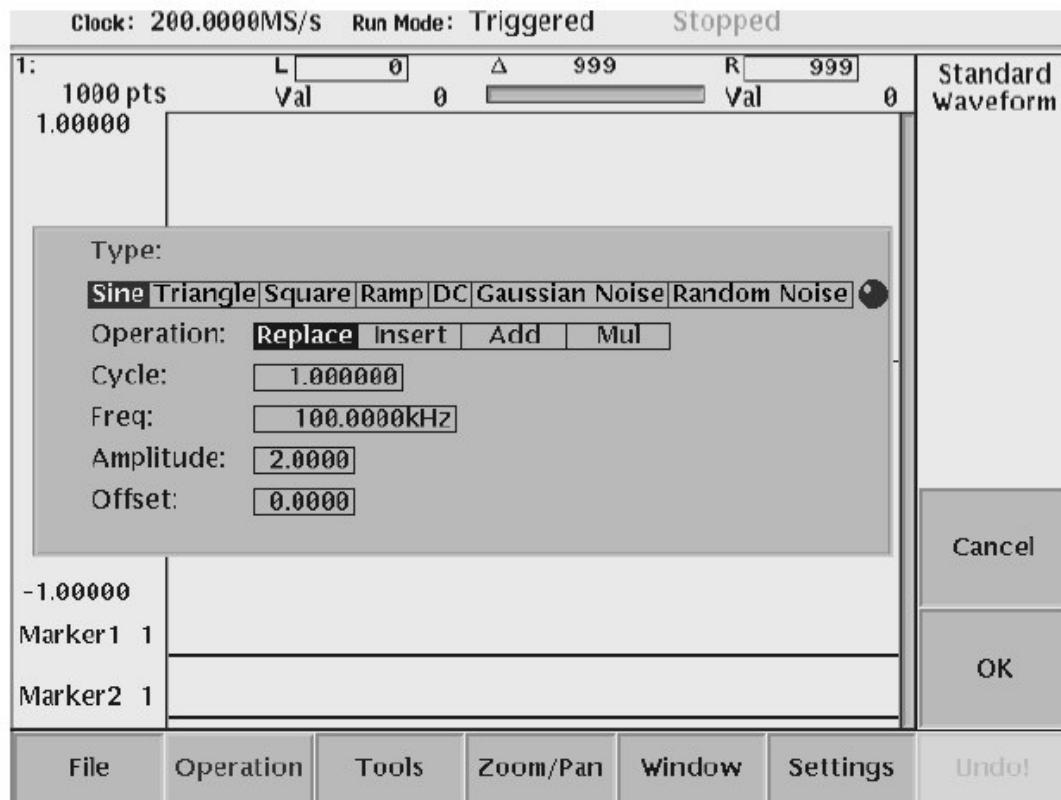

图 37 标准功能对话盒
仪器显示标准功能对话盒如图 37。
3. 按压 OK 侧面键。仪器显示标准函数对话盒,如图 37。